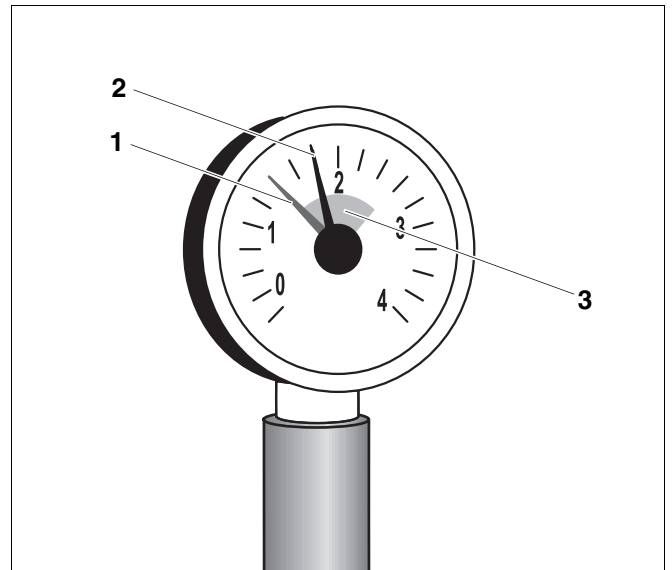

Fig. 6 Manometru pentru instalații închise.
La instalațiile închise, indicatorul manometrului (fig. 6, **poz. 2**) trebuie să se situeze în zona (fig. 6, **poz. 3**) verde.
Indicatorul roșu (fig. 6, **poz. 1**) al manometrului trebuie să fie reglat la presiunea necesară instalației. Specialistul vă reglează presiunea necesară.
- Verificați dacă indicatorul manometrului (fig. 6, **poz. 2**) se află în zona (fig. 6, **poz. 3**) verde.
Dacă indicatorul manometrului (fig. 6, **poz. 2**) se află sub zona verde (fig. 6, **poz. 3**) atunci presiunea apei în instalație este prea mică. Trebuie să înlocuiți apa menajeră pierdută cu apă suplimentară.
- Introduceți apa suplimentară prin robinetul de umplere și golire al cazanolului (fig. 6, **poz. 2**) până când manometrul ajunge în zona verde.